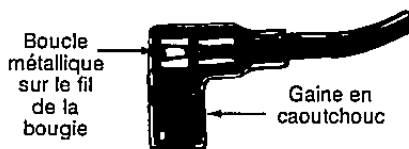
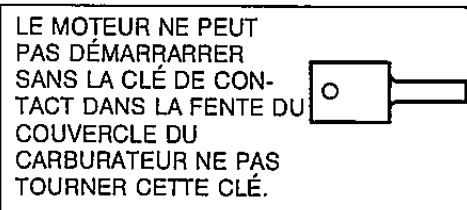

FIGURE 17
FIGURE 18
- Vérifiez que la boucle métallique, au bout du fil de la bougie (dans la gaine en caoutchouc), est bien attachée à l'embout métallique de la bougie. Voir la figure 17.
- Placez la manette de l'obturateur à la position RAPIDE . Enfoncez la clé dans la fente. Voir la figure 18. Assurez-vous qu'elle se met bien en position. Ne tournez pas la clé.
- Enfoncez le bouton du démarréur pour faire tourner le moteur. Voir la figure 18. Pendant que vous faites tourner le moteur, déplacez le bouton du volet de départ à la position VOLET FERMÉ.
- Assurez-vous que les commandes de la tarière et de l'entraînement sont débrayées (relâchées). Placez le levier de vitesse au point mort (N).
- Placez la manette de l'obturateur à la position RAPIDE . Enfoncez la clé dans la fente. Voir la figure 18. Assurez-vous qu'elle se mette bien en position. Ne touchez pas la clé.
- Appuyez deux ou trois fois sur le bouton de l'amorceur. Voir la figure 18.
- Tirez lentement sur la poignée du démarreur (voir la figure 18) jusqu'à ce que vous sentiez une légère résistance. Laissez la corde s'enrouler lentement.